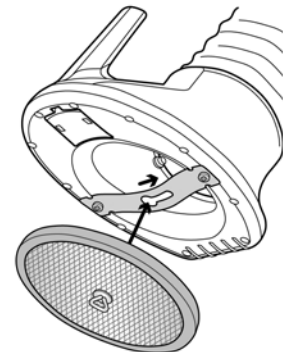

Fig. 4
- 4) プレートの穴にフィルターを取付けてください。(Fig. 4)